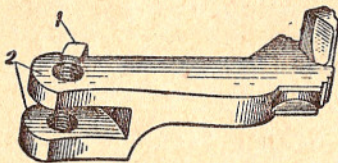

Рис. 10. Дверца:
12. Дверца (рис. 10) служит для открывания и закрывания камер барабана и для ограничения поворота барабана в правую сторону.